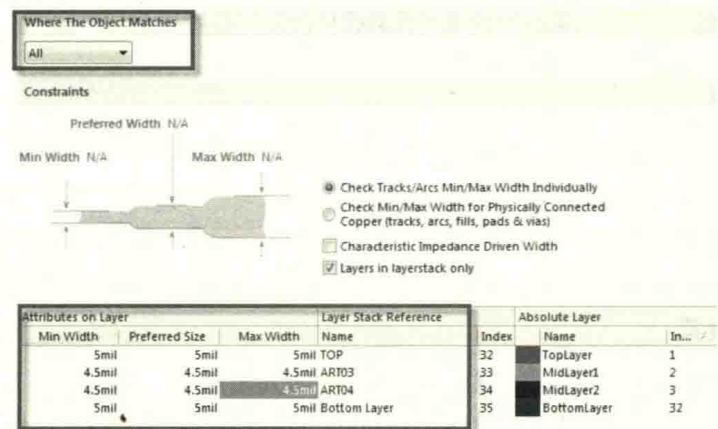

图 9-23 线宽规则设置
(1) Width (导线宽度) 设有 3 个值可供设置，分别为 Max Width (最大线宽)、Preferred Width (优选线宽)、Min Width (最小线宽)。系统对导线宽度的默认值为 10mil，设置的时候建议最大、最小、优选数据设置为一样的。
(2) 在 “Where The Object Matches” 栏中，选择适配对象。如果需要对其阻抗线宽进行设置，那么在如图 9-23 所示的设置界面中，把对应的层、最大线宽、最小线宽、优选线宽进行设置。